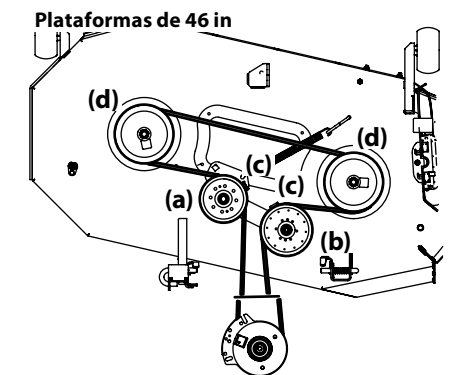
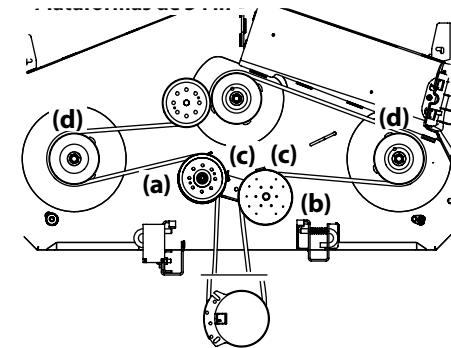

Figura 4-20
Figura 4-21
- Aflove, pero no quite los accesorios a la derecha (a) y a la izquierda de la polea loca (b). Consulte la Figura 4-20 para las plataformas de 34 in, la Figura 4-21 para las plataformas de 42 in, la Figura 4-23 para las plataformas de 54 in.